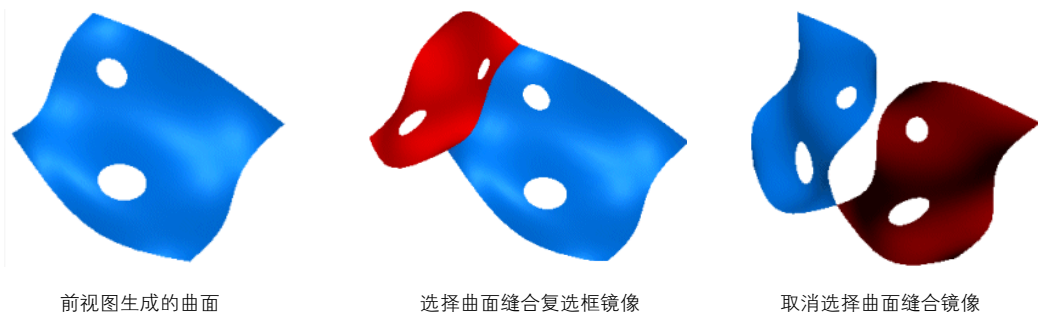

图 5-119 缝合曲面的运用
- 缝合曲面（当选择要镜像实体时有用）：如果选择通过将镜像面附加到原有面但在曲面之间无交叉或缝隙来镜像曲面，可选择【缝合曲面】将两个曲面缝合在一起，如图 5-119 所示。